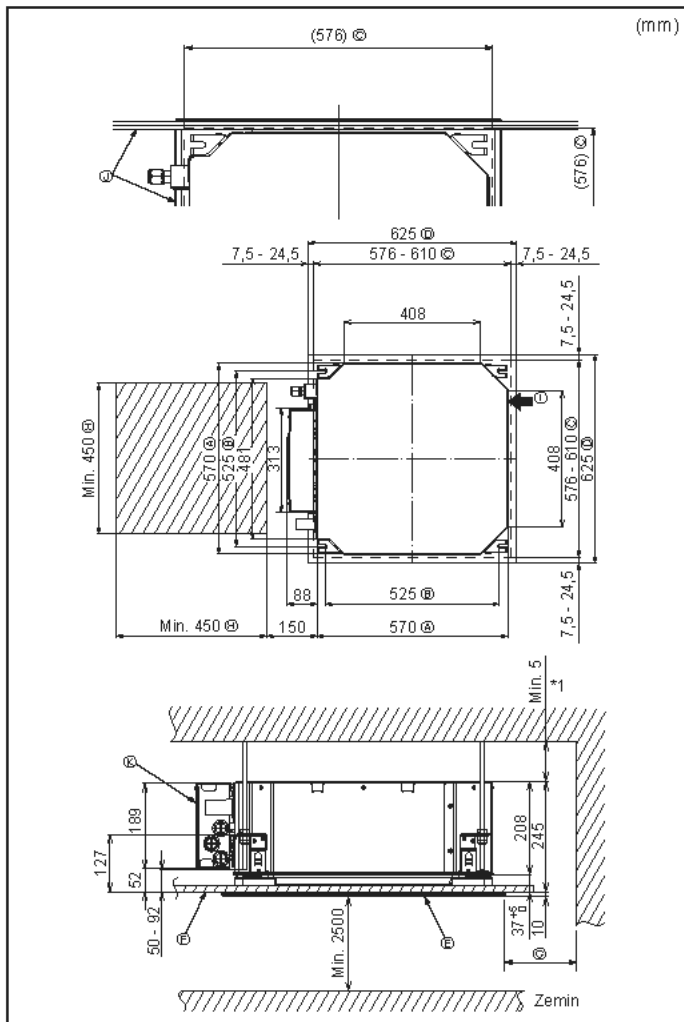

Fig. 4-2
②	Rondelalar (izolasyonlu)	4
③	Rondelalar (izolasyonsuz)	4
④	Boru kapağı (soğutucu borusu bağlantısı için)	1
⑤	küçük çaplı (sıvı)	1
⑥	büyük çaplı (gaz)	1
⑦	Bant (büyük)	6
⑧	Bant (orta)	2
⑨	Bant (küçük)	2
⑩	Drenaj soketi	1
⑪	İzolasyon	1
4.2. Tavandaki açıklıklar ve askı civatalarının yerleri (Fig. 4-2)